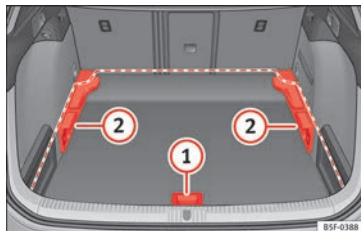
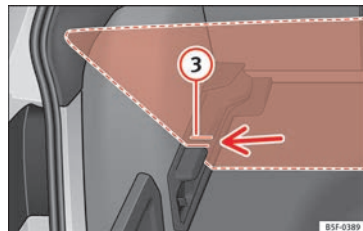

Abb. 136 Variabler Gepäckraumboden: Positionen.
Abb. 137 Variabler Gepäckraumboden: geneigte Kerben.
- Heben Sie den Boden am Griffstück »» **Abb. 136** ① an und ziehen Sie ihn nach hinten, bis der vordere Teil vollständig über den Trägern ② liegt.
- Bewegen Sie den Boden darauf nun nach vorn bis an die Rücksitzlehnen heran und senken Sie den Boden mit dem Haltegriff ① ab.
» **Abb. 136** ① an und ziehen Sie ihn nach hinten, bis der vordere Teil des Bodens über den geneigten Kerben » **Abb. 137** ③ liegt.
- Bewegen Sie den Boden nun mithilfe des Griffstücks über diese Kerben ① bis an die Rücksitzlehnen heran, sodass der Boden schließlich auf den Kerben aufliegt.